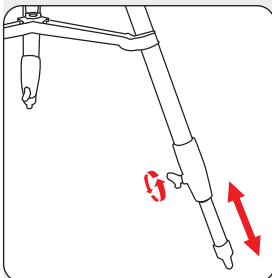

Fig. 5: Extender las patas del trípode
2. Afloje los tornillos de mariposa (6) de los bloqueos de las patas del trípode (5) y extraiga las partes inferiores de las patas del trípode (7) hasta la longitud deseada. A continuación, vuelva a apretar los tornillos de mariposa (Fig. 5).